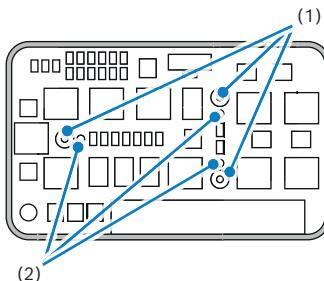

Abb. 7
**Mit einem geeigneten Werkzeug die Positionsstifte (2) bis zum Anschlag herunterziehen. Drei Schrauben (1) anziehen (Abb. 7).**